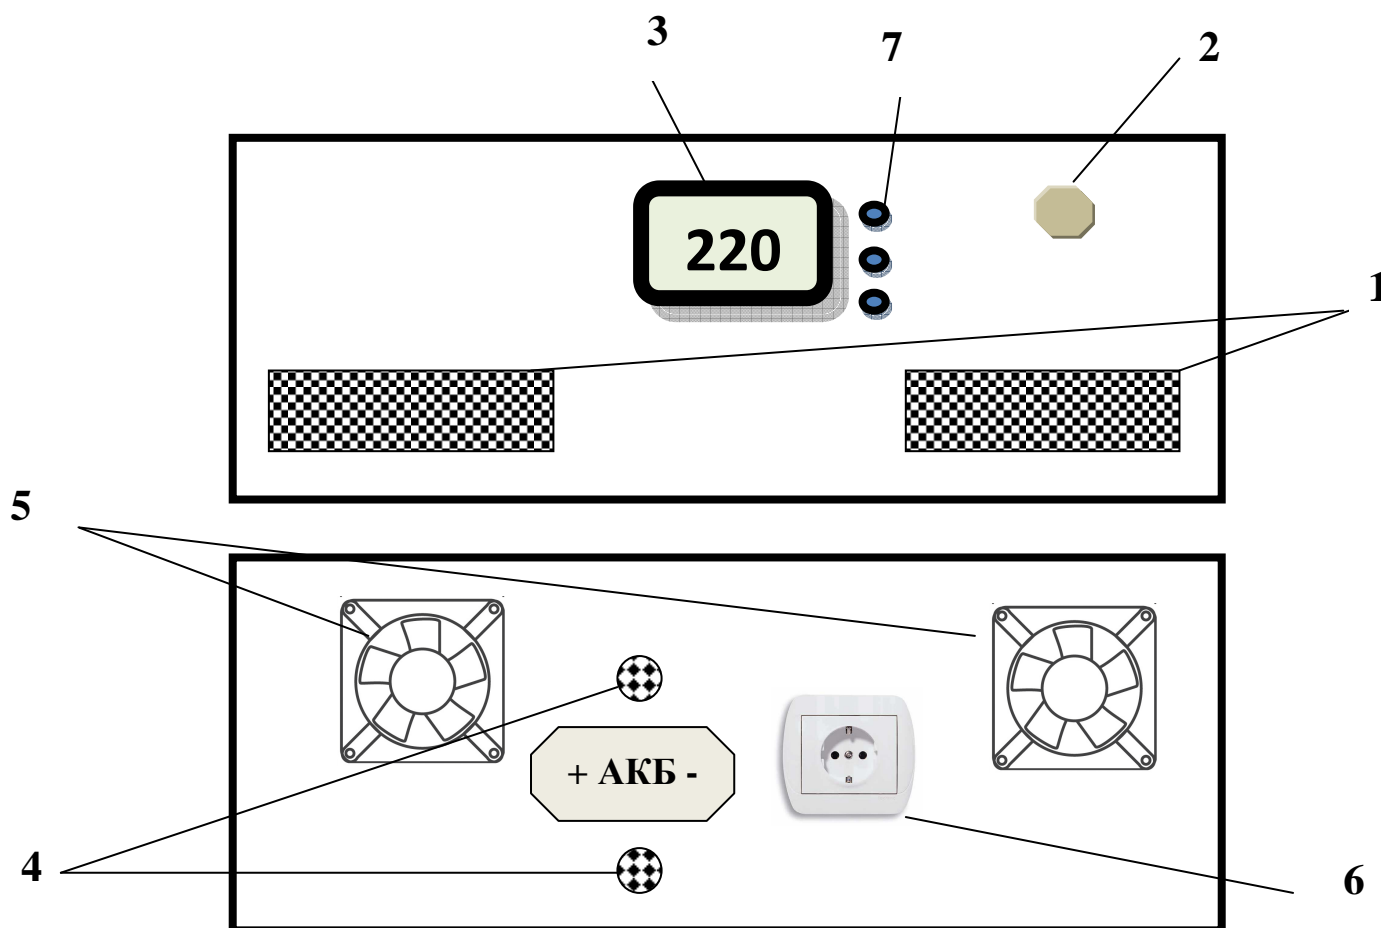

Рис.1. Передняя и задняя панель ИБП, где:
- 7.2. На передней панели прибора (см. рис.1) расположена кнопка управления работой ИБП, индикатор выходного напряжения 220В 50Гц (см.рис.1), воздухозаборные отверстия.
- 7.3. На задней панели прибора (см. рис. 1) расположены:
Если Вы используете несколько аккумуляторов по 12В каждый, то их необходимо соединить параллельно для получения необходимого напряжения питания прибора 12В (см. Рис.1).